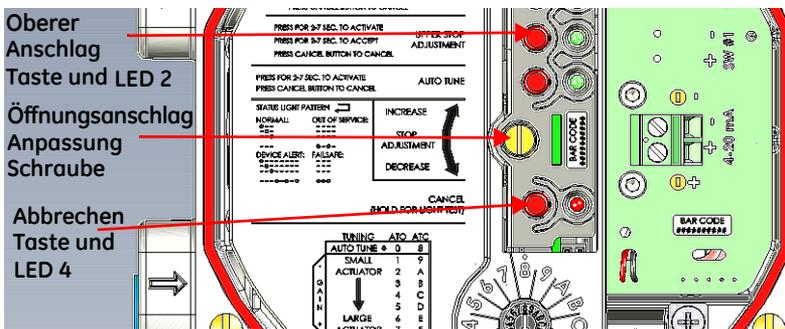

Abbildung 21 Öffnungsanschlag-Einstellschraube
2. Bringen Sie das Ventil mithilfe der *Einstellschraube für den Öffnungsanschlag* (Abbildung 21) in die gewünschte Position.